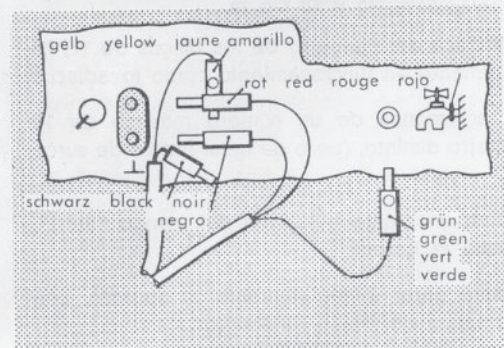

Fig. 4
- Monaurale (einkanaleige) Wiedergabe nach Fig. 4.
- a) Follow Figure 4 for monaural (single channel) hook-up. Reverse the two plugs in case of hum.
- a) Reproduction ordinaire (monaurale) avec un seul canal (fig. 4). Si un ronflement se fait entendre, il suffit de croiser les fiches aux douilles de raccordement au pick-up.
- a) Reproducción monaural con un solo canal (fig. 4). Si se producen zumbidos, bastará invertir los polos del enchufe en la conexión del fonocaptor.